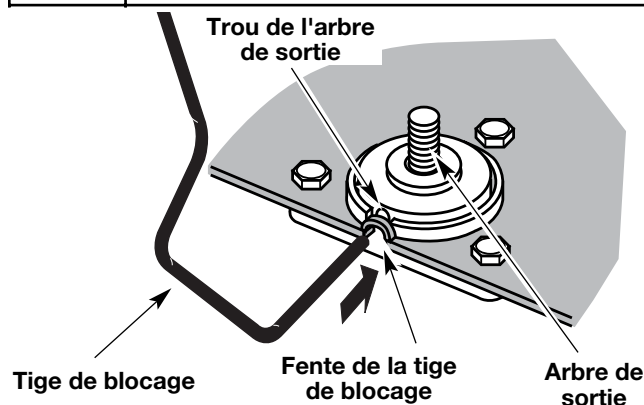

Fig. 7
1. Alignez le trou de l'arbre de sortie avec la fente de la tige de blocage. Insérez la tige de blocage à travers la fente et dans le trou de l'arbre de sortie (Fig. 7).